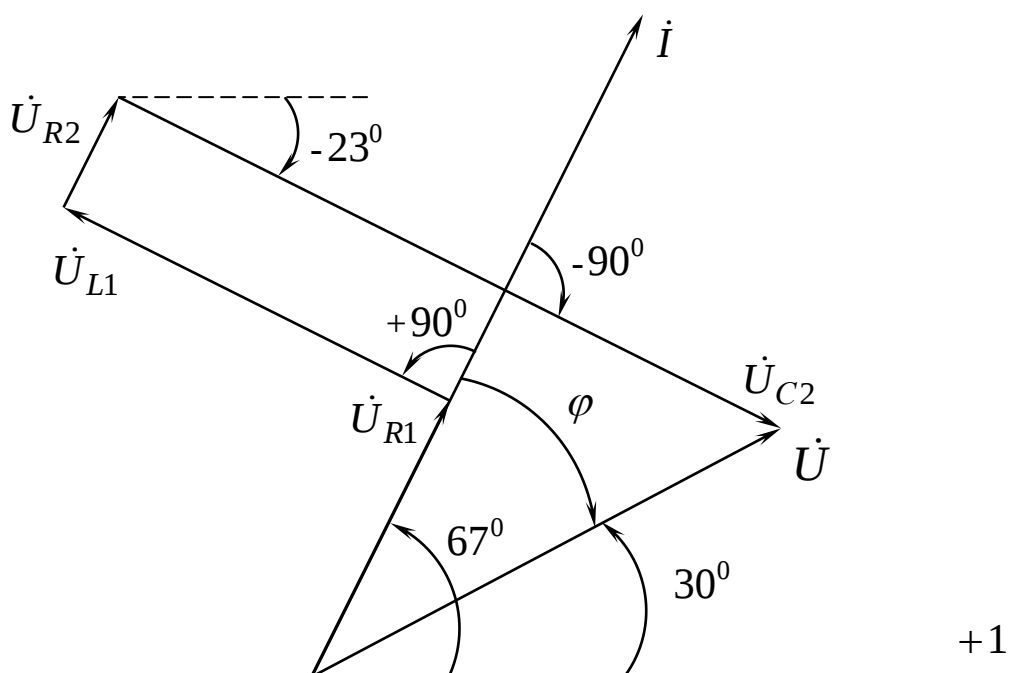

Рис. 3.3
7) Для построения топографической векторной диаграммы (рис. 3.3) необходимо сначала рассчитать комплексные напряжения на каждом элементе схемы, а затем начать построение диаграммы с общей величины – вектора тока $\dot{I}$, после чего построить последовательно друг за другом вектора напряжений, начиная с $\dot{U}_{R1}$.